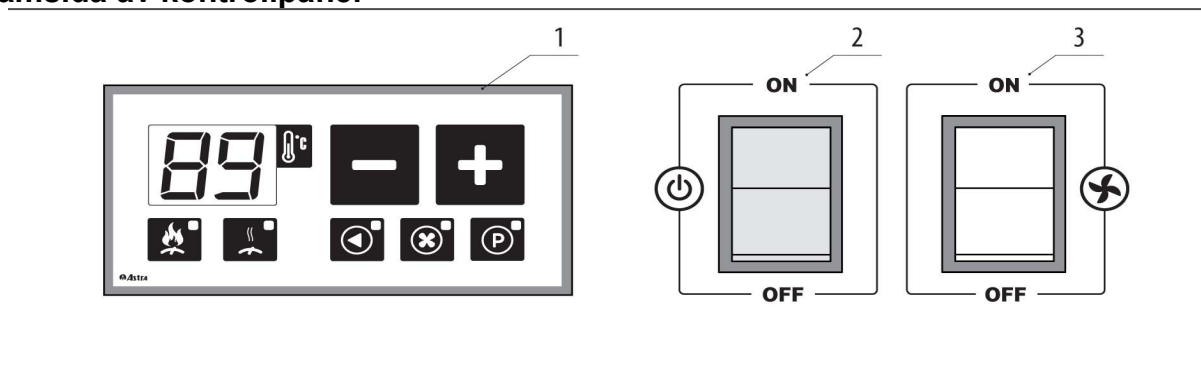
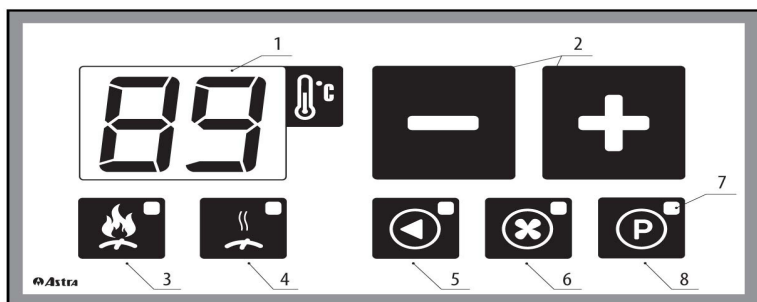
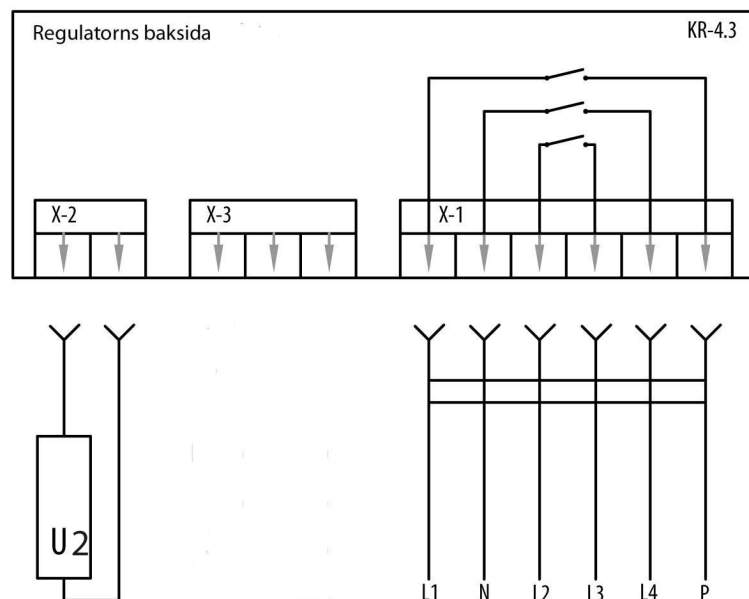

Fig. 9 Främre kontrollpanel
Fig. 11 Frontpanel av regulator KR-4.3
Fig. 12 Regulatorns kopplingsschema
"Förbränning avslutad" (Bild 11). **I det här fallet är det nödvändigt att ta reda på orsakerna till problemet och ta bort dem.** Om detta inte görs är risk för allvarliga skador på pannans utrustning samt risk för människors hälsa och liv. Om användaren inte kan lokalisera och åtgärda orsaken till utlösning av termosäkringen, så måste en mer kvalificerad serviceman tillkallas. Efter pannan svalnat, kan termosäkringen återställas till sitt normala driftläge. För att göra detta, skruva loss locket och tryck på den röda knappen. Den elektriska säkringen är avsedd att skydda den elektriska kretsen i fall strömmen i elsystemet överstiger 2 A. Om säkringen är skadad, tänds ej den gröna brytaren i läge ON, och övriga indikeringslampor tänds inte. I det här fallet, ta bort och byt ut säkringen. Den bakre kontrollpanelen på pannan är jordad.
Den digitala temperaturindikatorn 1 (Fig. 11) visar både den uppmätta och den inställda temperaturen på vattnet i pannan. Börvärdestemperaturen justeras med knapparna 2. Efter en kort tryckning på "+" eller "-" börjar den digitala indikatorn 1, visa börvärdestemperaturen för pannvattnet. För att ändra det, måste lämplig knapp tryckas: "+" för att öka och "-" för att minska temperaturen. Efter några sekunder efter den sista knapptryckningen är börvärdestemperaturen sparad och indikatorn återgår till att visa ärvärdestemperaturen på pannvattnet.
Lysdiod 3 "Förbränning pågår" anger aktiv status av pannan. Denna lyser grönt när eldningsprogrammet startas med knappen 3 (Fig. 11) på den främre kontrollpanelen. Fläkten kan vara i driftläge endast när lysdioden 3 (Fig 11) är tänd.
Pannregulatorn är ansluten till pannan i enlighet med det schema som visas i Fig. 12. Strömförsörjningen L2, som kommer från den främre kontrollpanelen och överförs till regulatören, slås på när omkopplarna 2 och 3 (Fig. 9) är i läge ON och termosäkringen inte har löst ut. Den impuls som reglerar fläkthastigheten ansluter periodiskt L2 till L3. När pannan växlar till status "förbränning avslutad", levererar L3 inte ström till fläkten och lysdiod 4 (Bild 11) tänds. För att återgå till läget "förbränning pågår", ska strömförsörjningen L2 avbrytas genom att stänga av (on / off)-fläktbrytaren 3 (Fig. 9) och strömförsörjningen av pannan (on / off-brytaren 2 (Fig. 9)., och därefter ställer dem i läge "ON". Laddomatpumpens relä kopplar L4 till L1. Den programmerbara kanalens relä kopplar P till L1.
Slå på spänningen, med grön knapp 2 på den främre kontrollpanelen. Då tänds displayen på den elektroniska regulatoren (Fig. 9). Ställ in max. arbetstemperatur på pannvatten med hjälp av knapparna för temperaturinställning, vi rekommenderar en temperatur på 90 ° C eftersom Laddomat 21's termiska ventil öppnar vid 72 °C – och man får då en bra funktion mellan panna och Laddomat 21.
Kontrollera i temp.displayen att vattentemperaturen stiger. Håll den nedre luckan öppen tills du hör att det tagit sig ordentligt i tändveden. Innan rökgasttemperaturen nått 100 grader, stäng den nedre luckan och starta samtidigt eldningsprogrammet med den röda brytaren 3 på kontrollpanelen (Fig. 9), **röda brytaren får inte användas för att pausa fläkten under pågående eldning eftersom att då kommer eldningsprogrammet att startas om från början när brytaren sätts i tilläge för omstart av fläkten.** När rökgasttemperaturen närmar sig normalt värde, stäng direktspjället genom att trycka in handtaget 3 (Fig. 1). Efter det kommer pannan arbeta i automatiskt läge: den kommer först att uppnå den temperatur som Laddomaten är inställd för och när acktanken är uppe i denna temperatur, ej stiga väsentligt över regulatorns inställda maxarbetstemperatur för utgående vattnet från pannan.
När förbränningen fortfarande pågår, och regulatorns lysdiod 3 " förbränning pågår " (Fig 11) lyser grönt:
När förbränningen hunnit så långt att regulatorns lysdiod 4 " förbränning avslutad " (Fig. 11) blinkar rött:
2. Stäng av röd strömbrytare 3 (Fig. 9) .
Statusen för förbränningsprocessen kan kontrolleras på regulatorns lysdioder "förbränning pågår" eller "förbränning avslutad" (se beskrivning av regulator KR-4.3, Fig. 11).. Lågan i pannan kan kontrolleras genom att försiktigt öppna luckan till den nedre förbränningskammaren när fläkten är på. Den synliga tungan av eld måste vara gul eller gul-röd och nå det nedre keramiska elementet, vilket innebär att förbränningen sker på ett optimalt sätt.